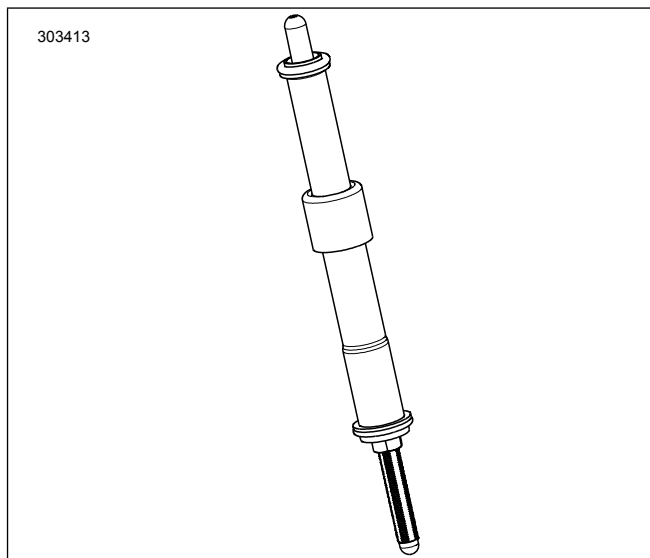

Figura 2. Tchet montat în capacul tchetului
7. A se vedea figura 2. Montați tacheții de admisie în capacele tacheților. Înlocuiți inelele de etanșare, capacele inferioare al tacheților și dispozitivele de fixare a capacelor arcurilor cu noile componente furnizate în kit. Capetele reglabile ale tacheților trebuie să fie coborâte.